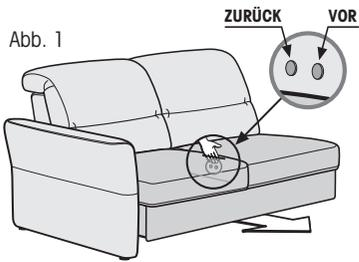

Abb. 1
Stellen Sie die Elemente keilförmig aneinander (Abb. 1) und stecken Sie die unter dem Rahmen befindlichen Kabel zusammen. Sichern Sie die Verbindung mit der dem Montagematerial beigelegten Kappe (K). Nun können Sie die Elemente durch Einhängen in die Steckbleche verbinden.
Relaxposition (Sitztiefenverstellung Abb. 1)